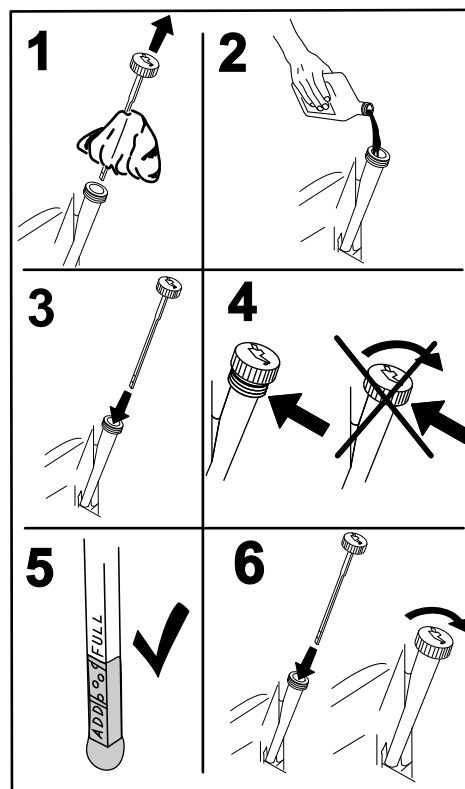

Рисунок 38
- Извлеките щуп и протрите его чистой тканью (Рисунок 38).